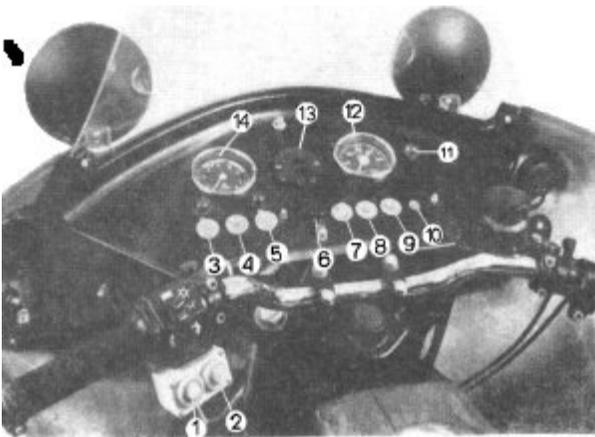
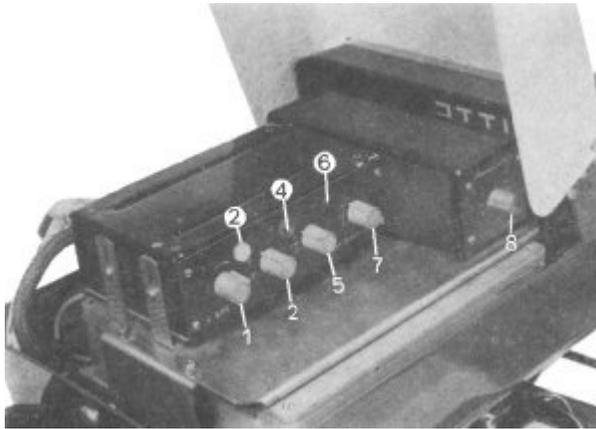

Bild 4. Armaturenbrett und Lenker
Bild 5. Bedienteil und Rufsatz (Funkgerät U 600)
Tachometer ist nicht angeschlossen. Dafür ist eine getrennte Kontrollleuchte rechts vom Tachometer angeordnet (Bild 4). Zusätzlich kann mit einem Hauptschalter (Bild 31) das gesamte Bordnetz ausgeschaltet werden.
- Funkgerätkasten öffnen und den Bereitschaftsschalter (5, Bild 5) ganz nach unten (Bereitschaftsstellung) drehen, Kasten verschließen.
- Stecker der Sprechgarnitur von der Brechkupplung (6, Bild 4) lösen.
- Sprechgarnitur mit dem Brechscharter (6) verbinden und mit der Löschtaste (9, Bild 4) den Ruf löschen.
- Funkgerätekasten öffnen, Bereitschaftsschalter (5) auf Stellung oben (Rauschsperrung aus) drehen, Kasten verschließen.
- Funkgerätkasten öffnen, Gerät durch Linksdrehen des Lautstärkestellers (1, Bild 5) ausschalten. Betriebsanzeigelampe (10, Bild 4) verlöscht.